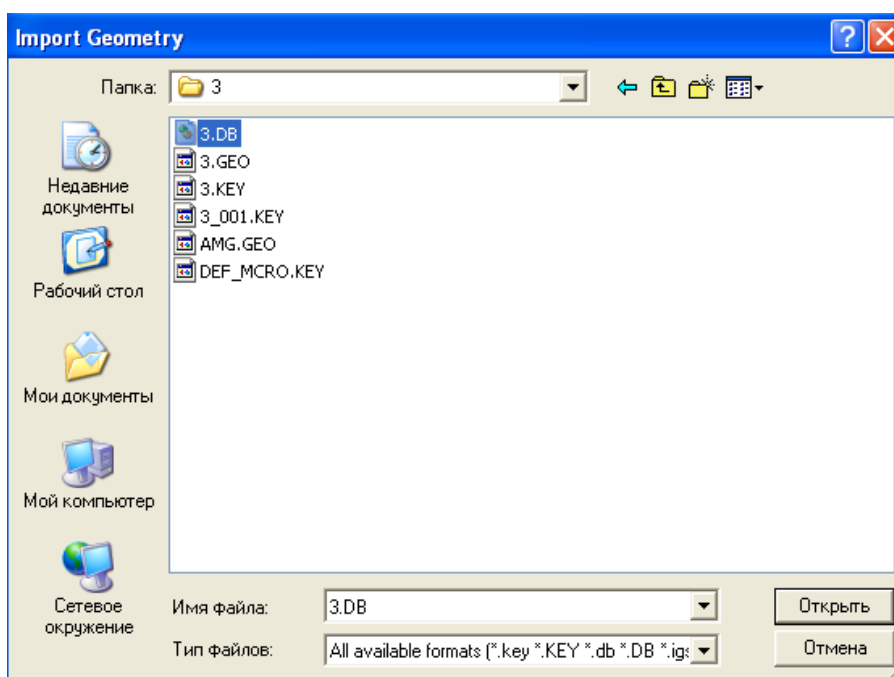
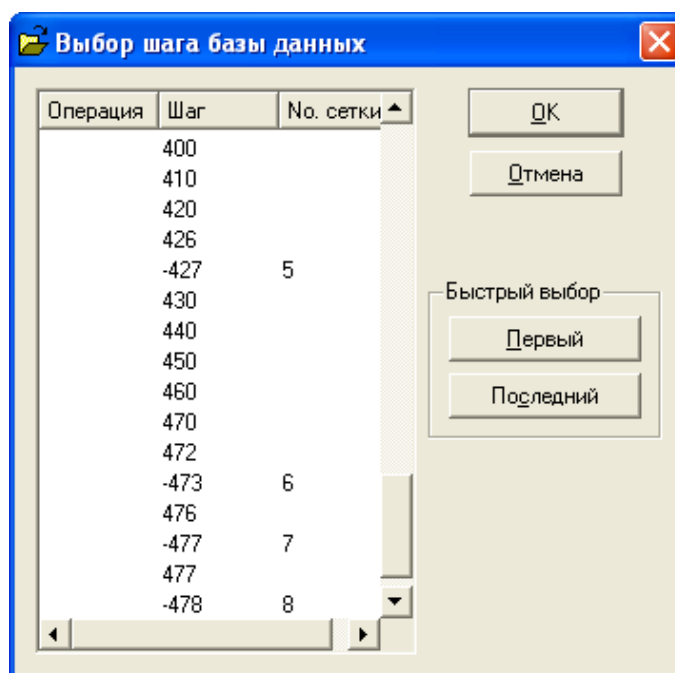
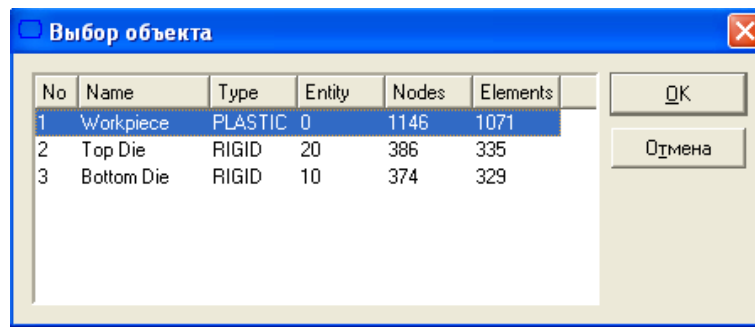

Рисунок 3.8. Импорт геометрии
Рисунок 3.9. Выбор шага базы данных
Рисунок 3.10. Выбор объекта
**Геометрия**, нажмите на команду **Импорт геометрии**  в появившемся окне откройте базу данных “.DB” предыдущей задачи (рисунок 3.8) выберите нужный Вам шаг, нажав ОК (рисунок 3.9). В очередном окне **Выбор объекта** (рисунок 3.10) выберите верхний инструмент и нажмите ОК